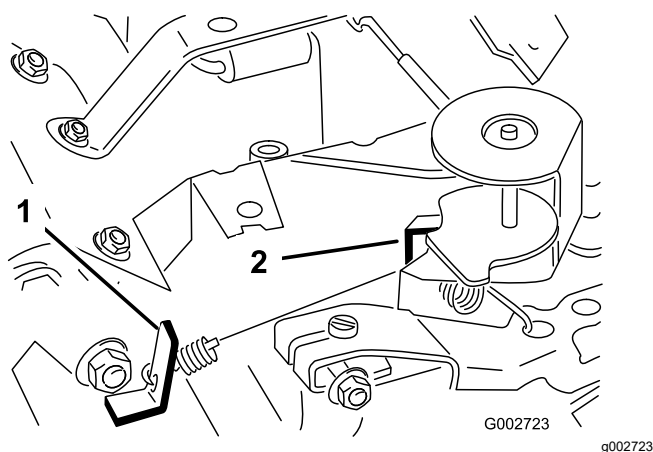

图 39
3. 弯转调节怠速弹簧的锚板图 39 以达到 $1725 \pm 50\text{rpm}$ 的怠速。
6. 弯转高速弹簧锚板图 39 以达到 $3400 \pm 50\text{rpm}$ 的高速。